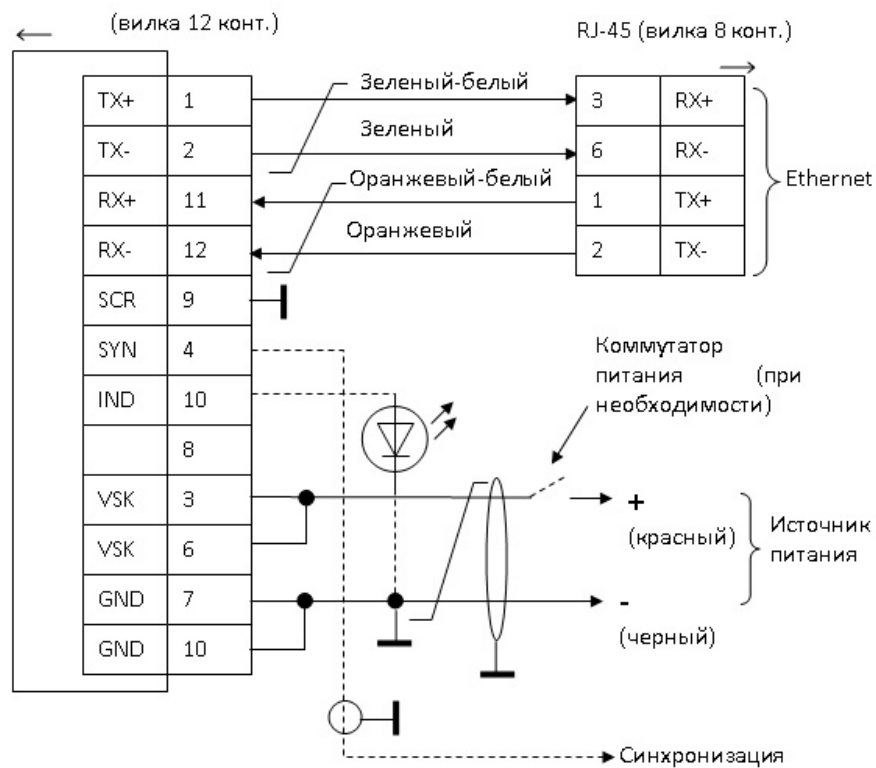

Рисунок 30. Схема подключений одного ГК при самостоятельном изготовлении кабельной сети комплекса
Схема подключений ГК при самостоятельном изготовлении кабельной сети комплекса - Рисунок 30
- 4) тип соединения — прямое или перекрестное (пример перекрестного подключения - Рисунок 30)